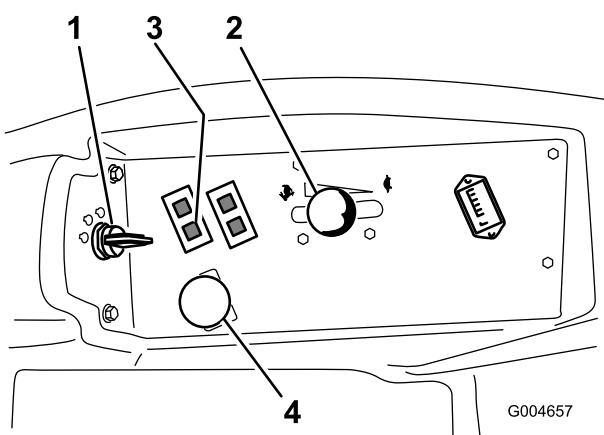

Figure 47
5. Réglez la commande d'accélérateur à mi-course entre les positions bas et haut régime (Figure 47).